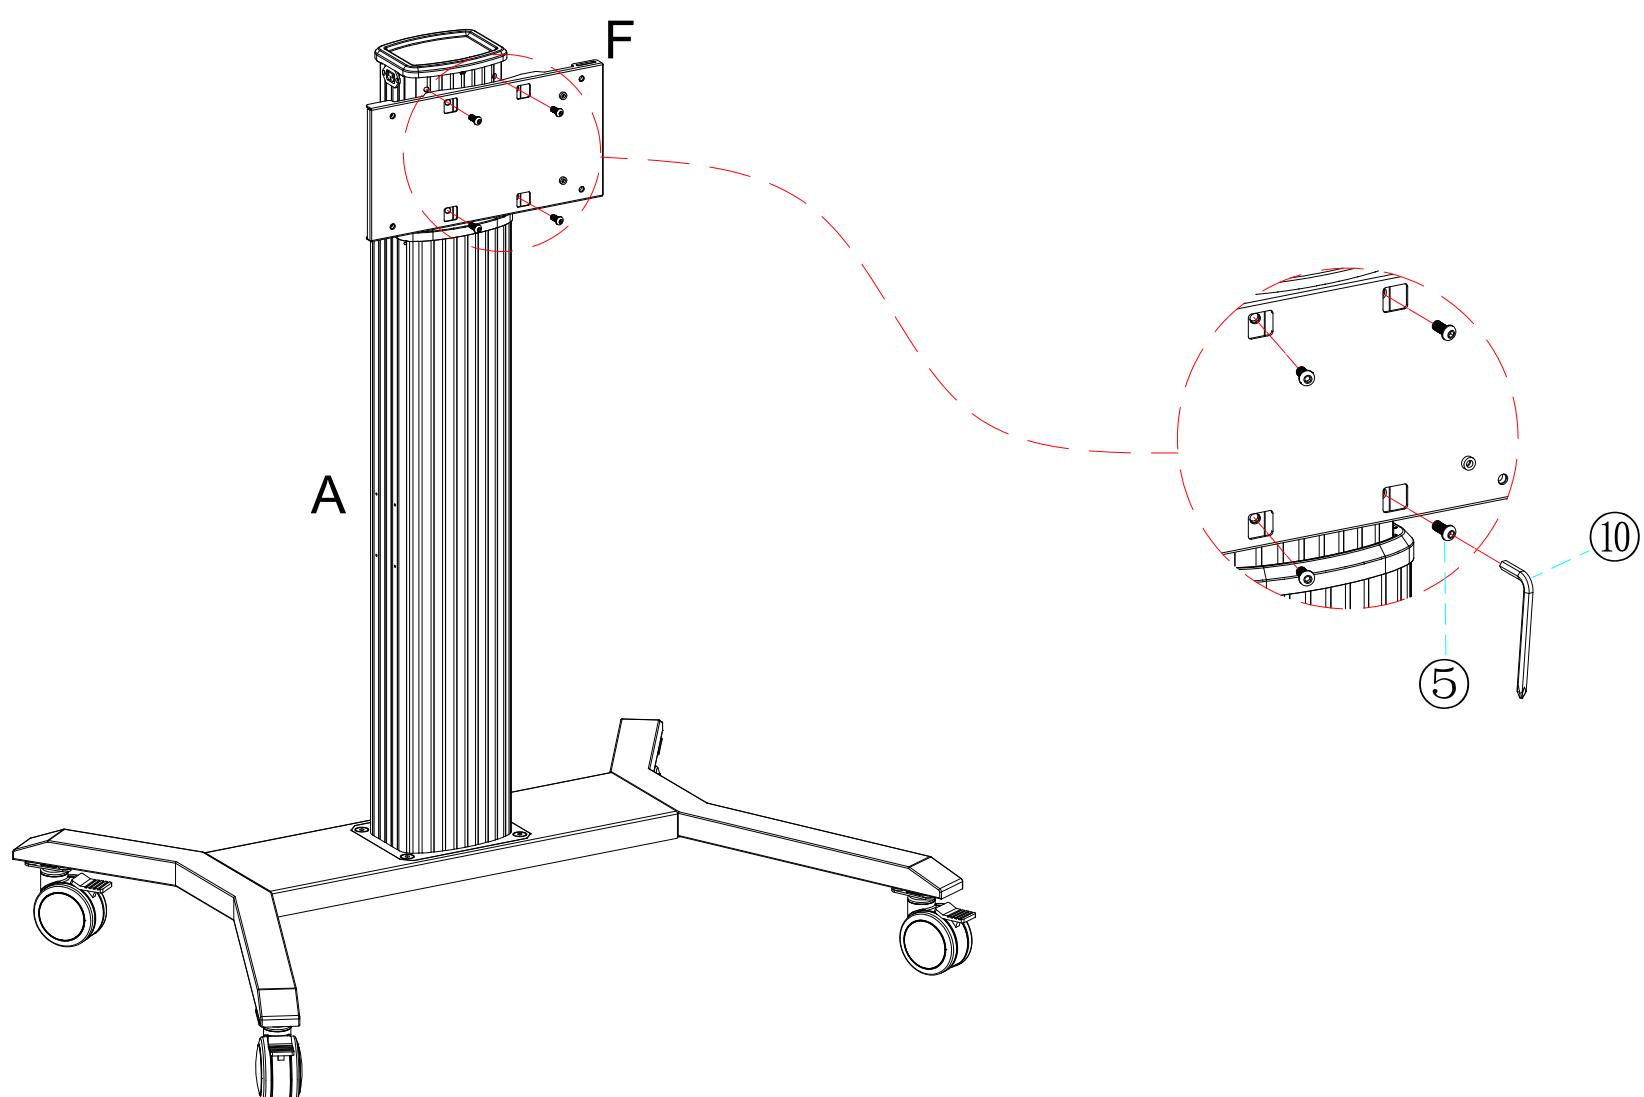

Figure 4
Étape 4 : Assembler la plaque (F) et la colonne (A), et les serrer à l'aide de 4 vis. (⑤). (Figure 4)